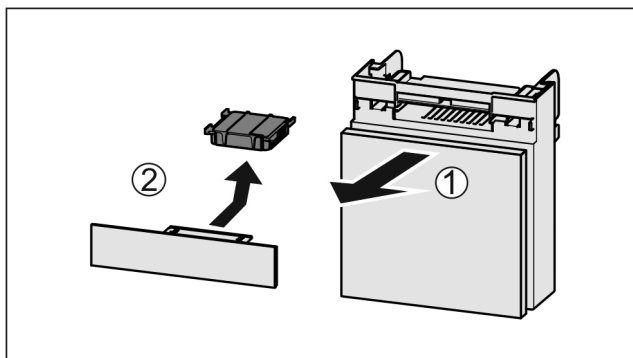

Fig. 87
- ▶ Wyciągnąć Fig. 87 (1) komorę do przodu.
- ▶ Wyjąć Fig. 87 (2) filtr z węglem aktywowanym.